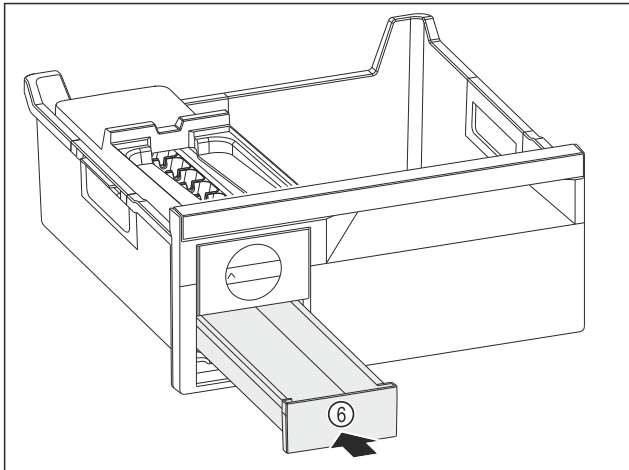

Fig. 141
- ▶ Insérer le compartiment à glaçons Fig. 141 (6).